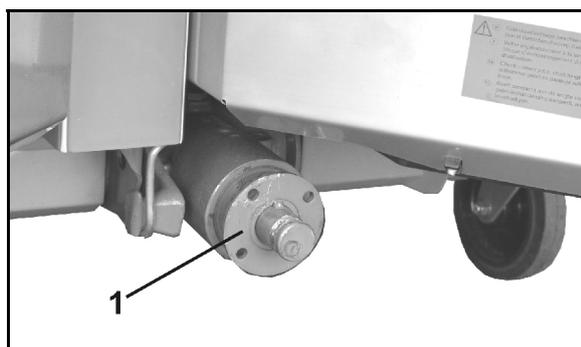

图 35
1. 用一个拔取器从齿轮箱输入轴上拔下法兰轴套（图 35/1）。